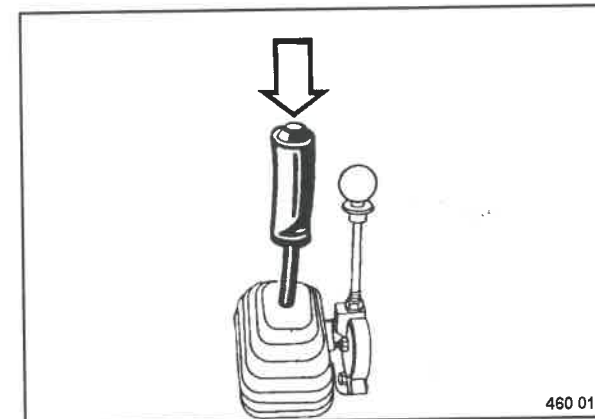

Fig. 69
- Azionare il pulsante Vibrazione (Fig. 69).
- Azionare nuovamente il pulsante Vibrazione (Fig. 69).